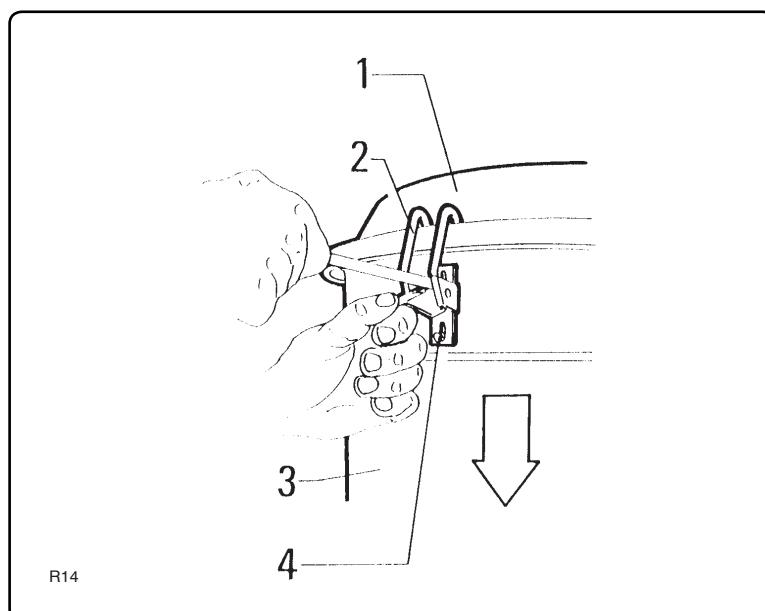

Fig. 7.5.2
7.5.2 - Verifica tenuta del coperchio (fig. 7.5.2)
7.5.2 - Checking the cover seal (fig. 7.5.2)
7.5.2 - Control estanqueidad de la tapa (fig. 7.5.2)